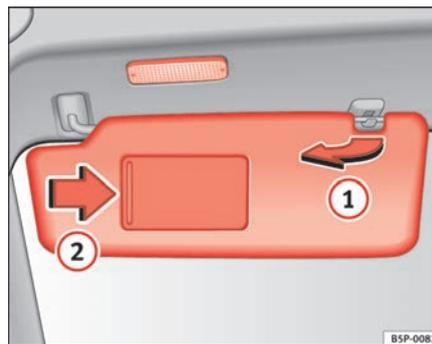

Fig. 84 Pala de sol do lado do condutor
As palas de sol do condutor e do passageiro podem ser desencaixadas dos seus suportes no centro do veículo e viradas para o lado da janela ⇒ fig. 84 (1).